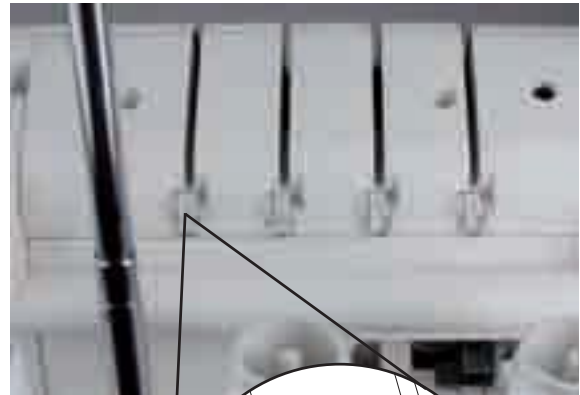

Abb.20
1. Führen Sie den Faden von hinten nach vorne durch den Fadenbaum 1 (1).
2. Fädeln Sie den Faden in die Fadenführung ein, indem Sie den Faden nach unten ziehen, bis er unter die Fadenführung rutscht (2) (Abb. 20).